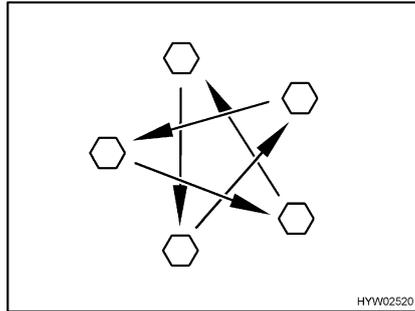

Fig. 198 Serrer en croix les écrous ou les boulons de roue
- Vérifier régulièrement le serrage des écrous ou des boulons de roues. Resserrer tous les écrous ou les boulons de roue 50 km après le changement d'une roue (Fig. 198). Pour les couples de serrage, voir paragraphe 14.5.2.
- Si des jantes neuves ou repeintes sont utilisées, alors resserrer les écrous ou les boulons de roue une fois de plus après env. 1 000 à 5000 km (Fig. 198).
- ▷ Serrer en croix les écrous ou les boulons de roue (Fig. 198).